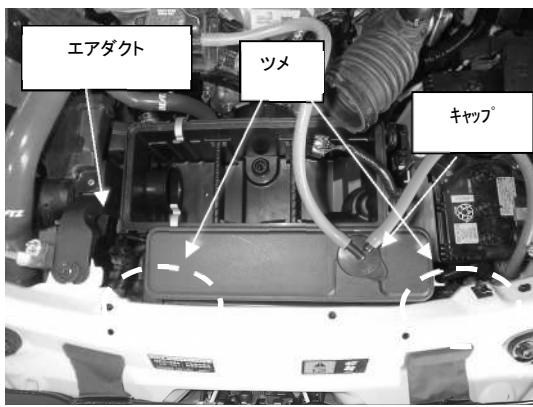

図 3
- 4) ツメ 2箇所を浮かし、ラジエターリザーバタンクを取り外します。図3参照